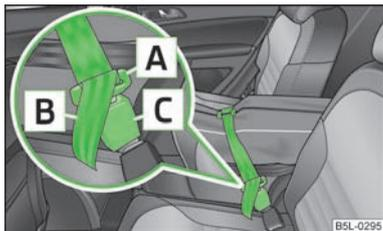

Fig. 84
- Insérez les languettes **A** » fig. 84 dans les boucles de ceinture de sécurité arrière du milieu **C**, d'abord d'un côté et ensuite de l'autre.